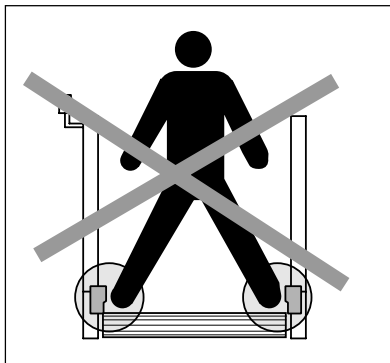

Fig. 14: Des capteurs disposés face-à-face ne doivent pas pouvoir être activés en même temps
2. Les capteurs d'inhibition doivent être disposés de telle manière que l'inhibition ne puisse pas être provoquée involontairement par une personne (*figures 14 et 15*).